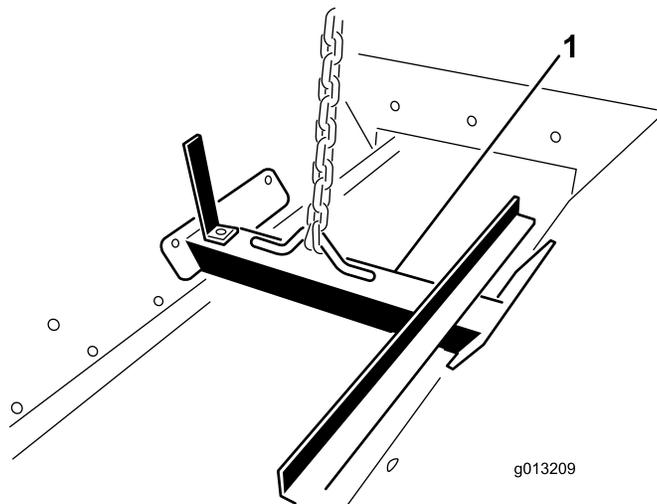

図 13
1. ホッパー・アセンブリの内側に吊り上げ用のブラケットがついているので、これにホイストを接続する（図 13）。